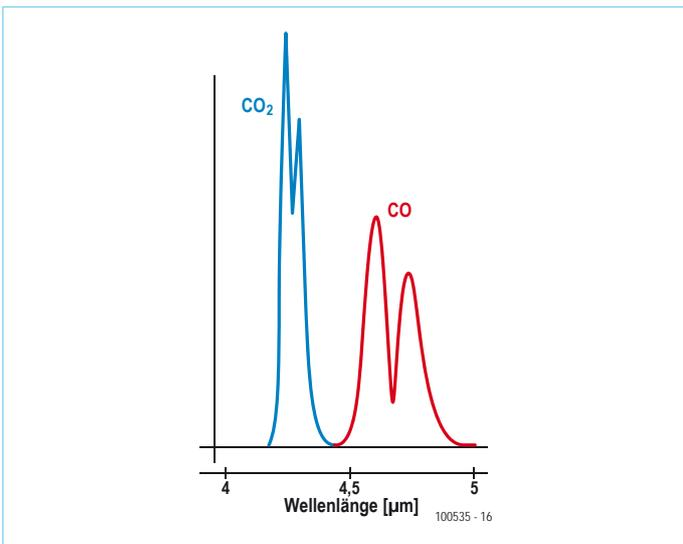

Bild 7. Die Absorptionsspektren von CO und CO₂ liegen nahe beieinander.
Die zu messenden Gasproben enthalten oft auch andere Gase, die nicht gemessen werden sollen. Wie **Bild 7** zeigt, liegen die Absorptionsspektren von CO und CO₂ nahe beieinander. Wenn beispielsweise nur CO und nicht CO₂ gemessen werden soll, reicht die Bandpass-Selektivität nicht aus. Das Problem lässt sich durch eine Kammer mit reinem CO₂ hinter der IR-Quelle (A) lösen. Das CO₂ bildet eine steile Bandsperre, so dass die von CO₂ absorbierbare IR-Strahlung die Gasprobe nicht erreicht. Der dort vorhandene CO₂-Anteil kann das Messergebnis somit nicht beeinflussen.